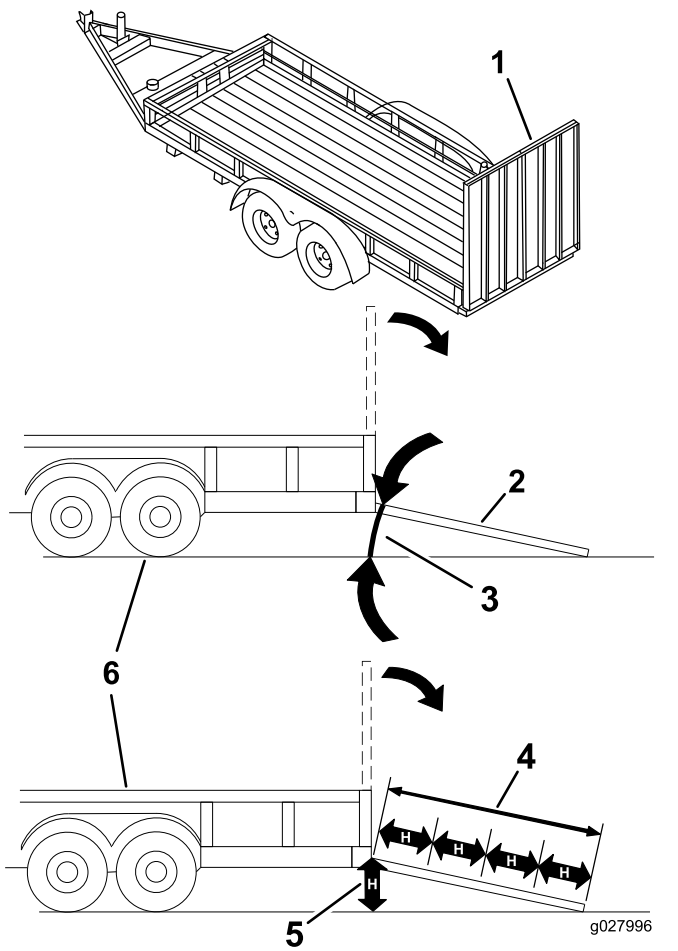

Figure 35
Le chargement de la machine sur une remorque ou un camion augmente le risque de basculement et donc de blessures graves ou mortelles (Figure 35).
1. Abaissez la rampe pour que l'angle avec le sol ne dépasse pas 15 degrés (Figure 35).